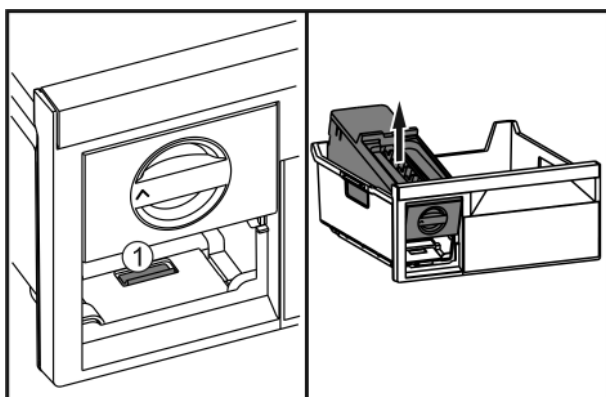

Fig. 48
- Нажать на накладку Fig. 48 (1), EasyTwist-Ice поднять сзади и вынуть из выдвижного ящика морозильника.